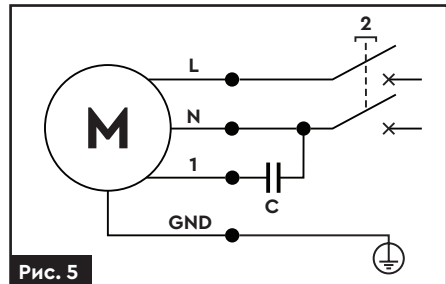

Рис. 5
**Схема підключення до мережі U 1 ~ 230 ± 10% В (рис. 5)**